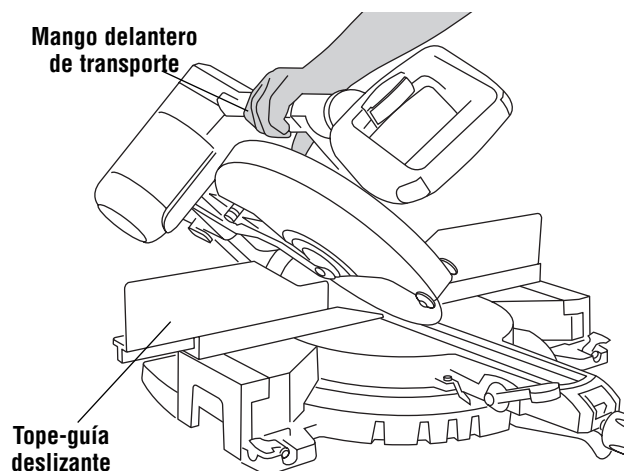

Figura 29.
1. Mueva el tope-guía deslizante izquierdo de modo que no estorbe el conjunto de la sierra y vuelva a fijarlo (Figura 29).
4. Una vez alcanzada la posición deseada para el bisel, apriete firmemente hacia abajo la palanca de fijación de bisel hasta que quede bajo el nivel de la mesa (Figura 29).
1. Mueva el tope-guía deslizante derecho de modo que no estorbe el conjunto de la sierra, y vuelva a fijarlo (Figura 29).
1. Mueva los topes-guía deslizantes izquierdo y derecho de modo que no estorben el conjunto de la sierra y vuelva a fijarlos (Figura 29).